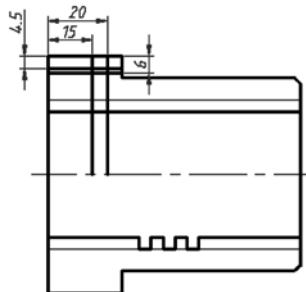

图 8-95 偏移结果
20) 进行偏移操作。单击“偏移”按钮 , 进行相关的偏移操作, 如图 8-95 所示。